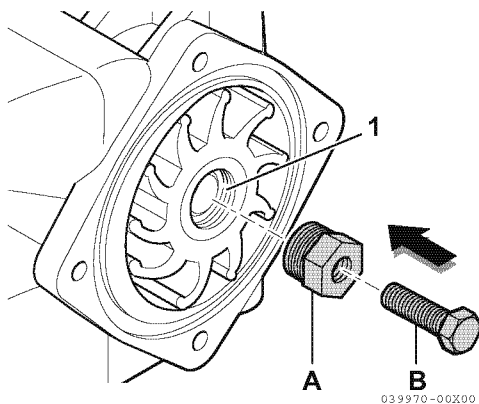
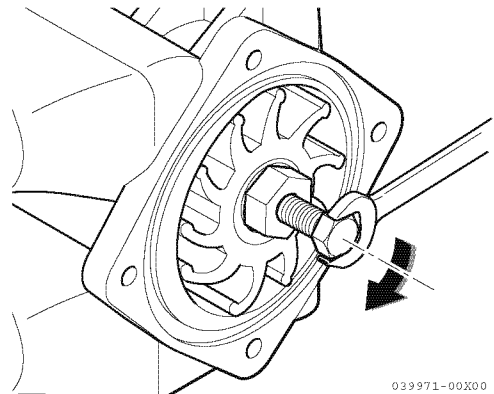

Figura 10
Figura 11
*Nota: Quando substituir um rotor usado por um novo, o rotor deverá de ter uma rosca M22 x 1,5 (1, **Figura 10**). Rode o lado do parafuso da rosca M18 para o lado da cobertura e instale (**Figura 11**).*